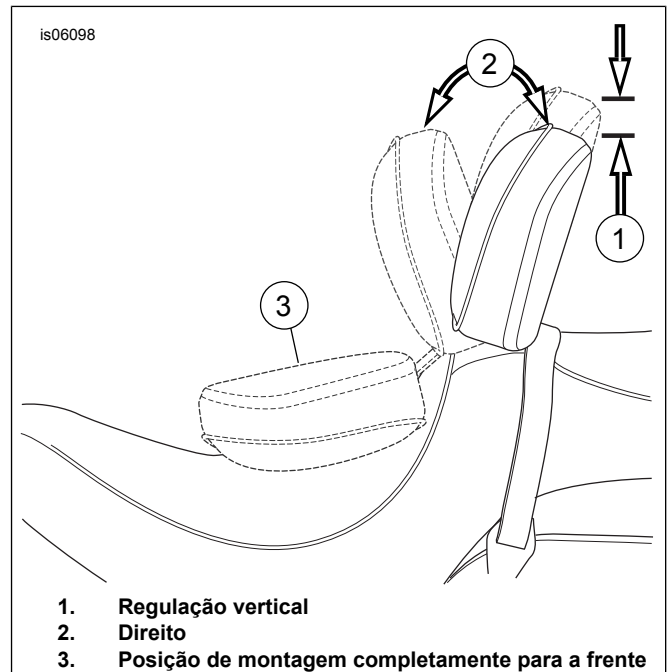

Figura 8. Posições do encosto
7. Figura 8 Com o encosto e o assento no lugar, empurre o encosto totalmente para a frente (3). O mecanismo do encosto pressionará a parte inferior do assento e o protetor de assento inserido.
1. Figura 8 O manípulo de regulação serve para deslocar a almofada do encosto para a frente e para trás.
2. Para regular a almofada do encosto para a frente ou para trás (2), empurre o manípulo. Se fizer pressão contra a almofada do encosto ajuda a regulá-lo para trás. Se retirar qualquer pressão da almofada do espaldar, enquanto empurra o manípulo, faz o encosto inclinar-se na posição de montagem completamente para a frente. Se libertar o manípulo bloqueará o encosto no lugar pretendido.
3. Para regular a almofada do encosto para cima e para baixo (1), puxe o botão na parte traseira da almofada. Desloque o encosto para cima ou para baixo, para a posição desejada, e solte-o, quando a almofada estiver na posição desejada.